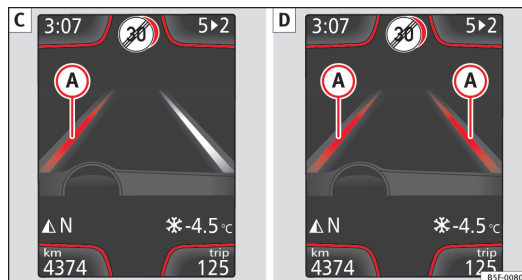

Fig. 98 Sur l'écran du tableau de bord : Indication sur l'écran de l'assistant de maintien de voie (exemple 2).
- L'assistant travaille, la ligne jaune (A) indique un risque de dépasser involontairement la ligne de la voie et il intervient sur la direction pour corriger la trajectoire ⇒ fig. 98 [C].
- Les deux lignes jaunes (A) s'allument en même temps lorsque les deux lignes de voie sont reconnues et que la fonction de guidage au centre de la voie ⇒ fig. 98 [D] est activée.